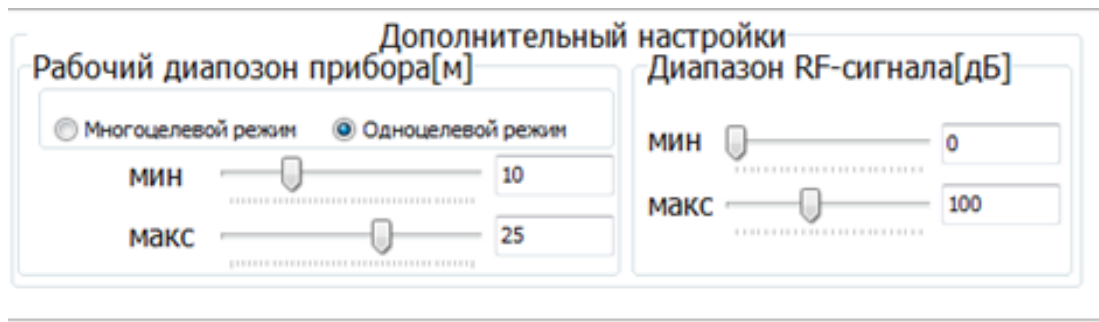

Рис.29 - Поле «Дополнительные настройки».
7.7.7 В поле «Дополнительные настройки» (рис.29) устанавливается режим работы уровнемера – «Многоцелевой режим» или «Одноцелевой режим», установкой ползунков вводятся минимальное и максимальное значения измеряемой дистанции, а также диапазон зондирующего сигнала в децибеллах. При изменении минимального и максимального значения измеряемой дистанции (рабочего диапазона прибора) изменяется масштаб окна, выделенного зеленым цветом в левой графической области.